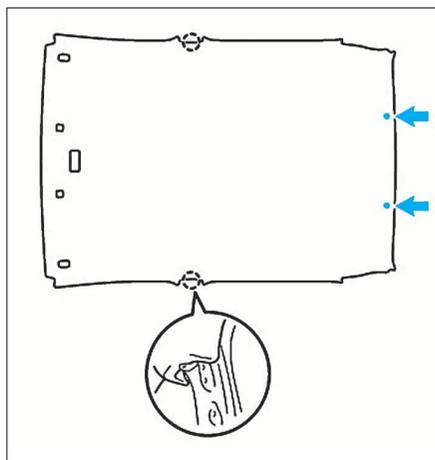

FIG. 125
- De chaque côté, déposer les 2 agrafes et dégager les 2 crochets comme illustré (Fig.125).